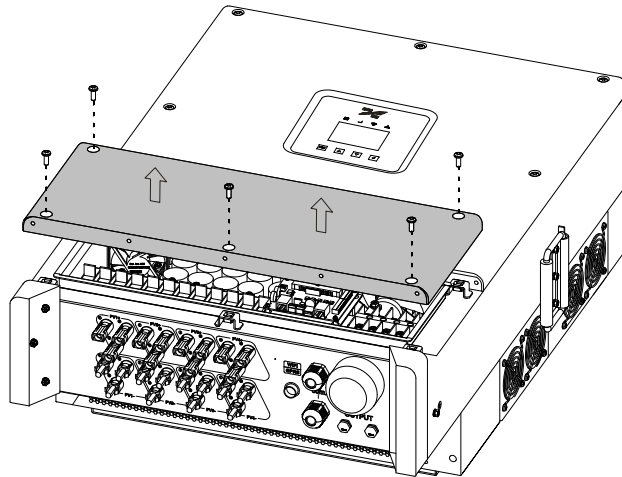

Figure3-20 Démontez la protection
- Etape 1 Démontez la protection, comme montré en Figure3-20.